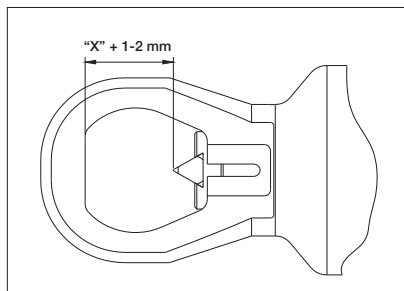

図 7
4. ヘッド平面からブレード先端までの長さが、前の手順で測定されたナットからボルトまでの長さ $\pm 1\sim 2\text{mm}$ ($1/16"$)加えた長さと同じになるまで、ヘッドを回します。図7を参照してください。